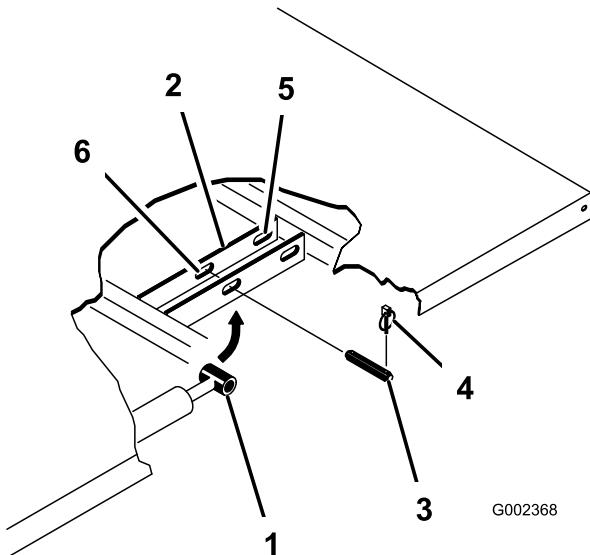

Figure 34
2. Retirez les goupilles à anneau aux extrémités extérieures des axes des tiges de vérins (Figure 34).
3. Retirez les axes qui fixent les côtés tiges de vérins aux plaques de montage du plateau en les poussant vers l'intérieur (Figure 34).
4. Enlevez les goupilles à anneau et les axes de chape qui fixent les supports de pivot aux profilés du châssis (Figure 34).